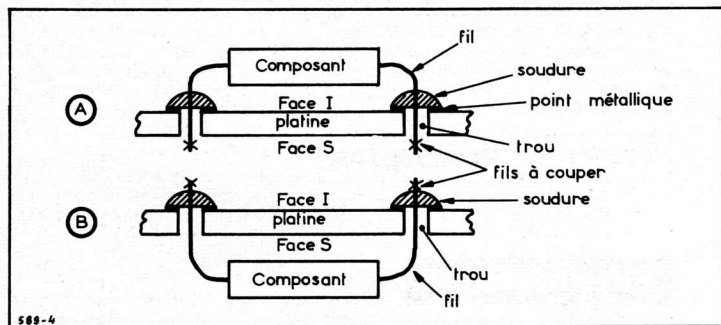

Fig. 4
a) C_{14} est soudé par ses deux fils aux points 25 et 26 en restant du côté de la face I. Il faut alors, effectuer la soudure sur les points métalliques qui n'existent que sur la face I et dans ce cas, on est un peu gêné par le composant à fixer (voir figure 4 [A]).
b) C_{14} est disposé sur la face S. Les deux fils passent par les trous des points. On exécute la soudure sur la face I sans être gêné par le composant qui est sur l'autre face (voir figure 4 [B]).